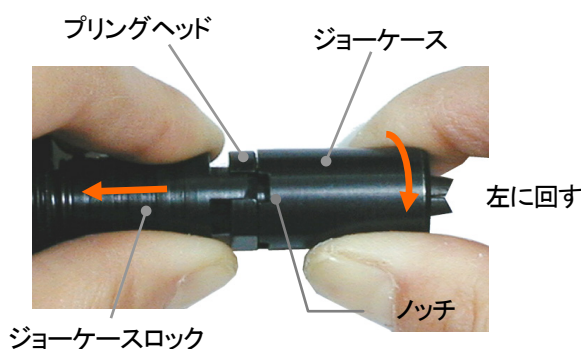

図7-1
- (1) カプラを分離する等により圧縮空気の供給を止めて下さい。
- (2) ノーズハウジングナットを手で回しノーズハウジングを外します。
- (3) ジョーケースロックを手で解除し、ジョーケースをプリングヘッドから外します。(図7-1)
- (6) ジョーケースは手で回らなくなるまで、締め込み 1 ノッチ(図7-1参照)戻してください。
- (7) ノーズハウジングのノーズハウジングナットを手で回し、締め込んでください。